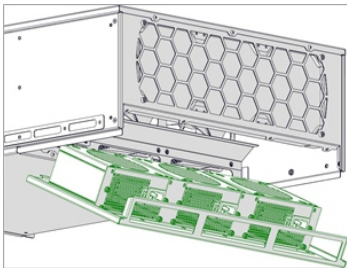

Рисунок 44 – Извлечение панели с блоками питания
– аккуратно откиньте панель БП, она будет удерживаться кабелями питания (рисунок 44);